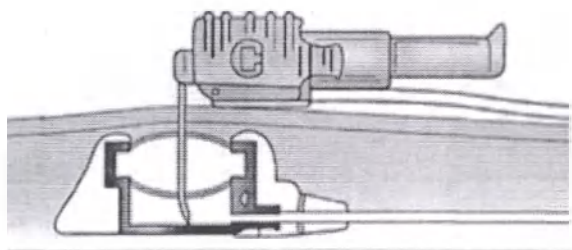

Рисунок 1
5. Держите PPS СТ безопасную иглу Губера за экстрактор таким образом, чтобы тело иглы оставалось перпендикулярным по отношению к поверхности кожи (Рисунок 1).